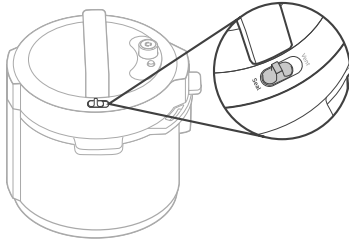

Abbildung 1.1
- Beim Garen mit einer Schnellkochfunktion wird der Dampfablassschalter beim Schließen automatisch auf „**Seal (Dichten)**“ gestellt. **[Abbildung 1.1]**